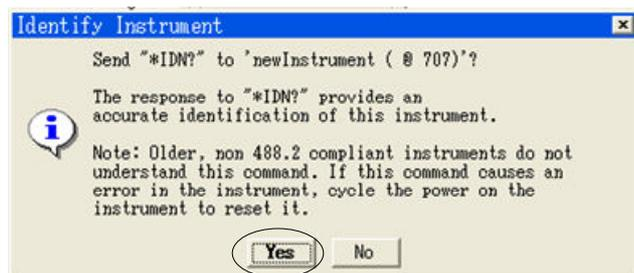

図5-2 Identify Instrument
(8) ”Find Instruments”ボタンを押して測定器を認識させる。このとき、図5-2のように”\*IDN”信号を出して機器を識別するか問われるので”Yes”をクリックする。この作業は測定器の数だけ必要になる。